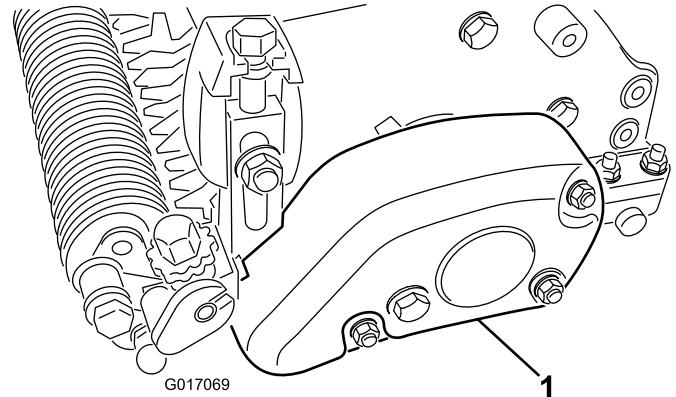

Figura 16
31. Monte a cobertura da correia no conjunto da caixa do rastelo com 3 porcas de bloqueio (Figura 16).